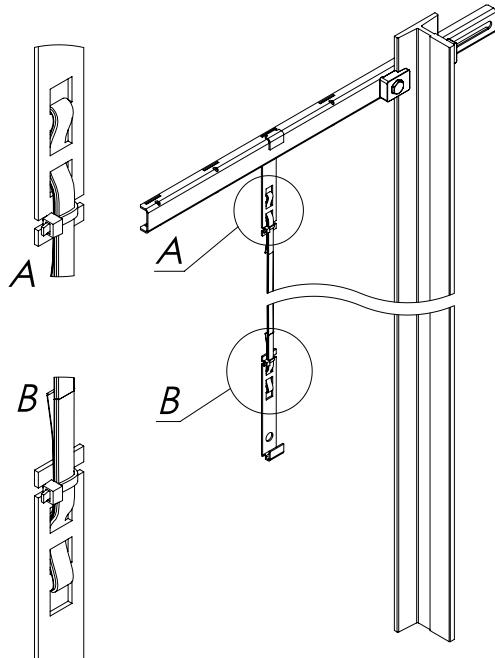

FIG 4
- D Der Bandhalter muss bei diesem Schritt im Querträger sein. Fädeln Sie nun das Band in den Bandhalter wie im Bild gezeigt. Achten Sie auf die Orientierung des Bandes. Die Magnetseite muss später zum Sensorkörper zeigen. Das Prinzip funktioniert wie ein selbsthemmender Gürtel. Lassen Sie mindestens 20 cm Band überstehen und drücken Sie das Band im Bandhalter flach. Ein Knick im oberen Bogen ist gewünscht. Sichern Sie zum Schluss das Band mit einem Kabelbinder am unteren Ende des Bandhalters (siehe FIG4).
- E This step must be done with the clamp inside the crossbeam. Thread the tape through the clamp and back down, as shown. Mind the orientation of the tape – the magnet side must face the sensor body later on. Basically, the fixture works like a self-locking belt. Leave at least 20 cm tape at the spare end. Press the loops flat in the clamp. There should be a break in the upper loop. In the end, secure the tape with a cable tie at the bottom of the clamp (see FIG 4).
- F Cette étape doit être effectuée avec l'attache insérée dans la traverse. Glissez la bande dans l'attache puis repassez. Attention au sens de la bande - la face magnétique doit être située du côté du corps du capteur. Le principe est un auto serrage de la bande. Laissez au moins 20 cm de bande dépasser l'extrémité de l'attache. Tirez alors sur la bande pour replier la boucle et sécurisez la en installant un serre câble (voir FIG 4).
- D Nach dem Verlegen des Bandes im Aufzugschacht, bringen Sie den Bandhalter für Position Schalter am unteren Ende des Bandes an. Lassen sie mindestens 20 cm Band überstehen und drücken Sie das Band im Bandhalter flach. Ein Knick im unteren Bogen ist gewünscht. Sichern Sie zum Schluss das Band mit einem Kabelbinder am oberen Ende des Bandhalters (siehe FIG 4).
- E After the tape has been installed in the shaft, fix the tape fixture for the position switch to the lower end of the tape. Leave at least 20 cm at the spare end and press the loop flat in the clamp. There should be a break in the lower loop. The end, secure the tape with a cable tie at the top of the clamp (see FIG 4).
- F Une fois la bande installée dans la cage d'ascenseur, installez à l'extrémité basse de la bande l'attache pour interrupteur. Laissez au moins 20 cm de bande dépasser l'extrémité de l'attache. Tirez alors la bande pour replier la boucle et sécurisez la en installant un serre câble (voir FIG 4).